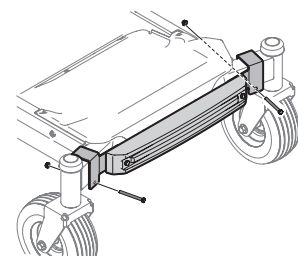

Figure 38
- Fixez le contrepoids sur le côté gauche de l'essieu avant avec un boulon de 3/4 po (710-3056) et un écrou (712-04063) du kit de quincaillerie (689-02200). Répétez l'étape pour le côté droit de l'essieu. Ne serrez complètement pas la quincaillerie. Voir Figure 38.